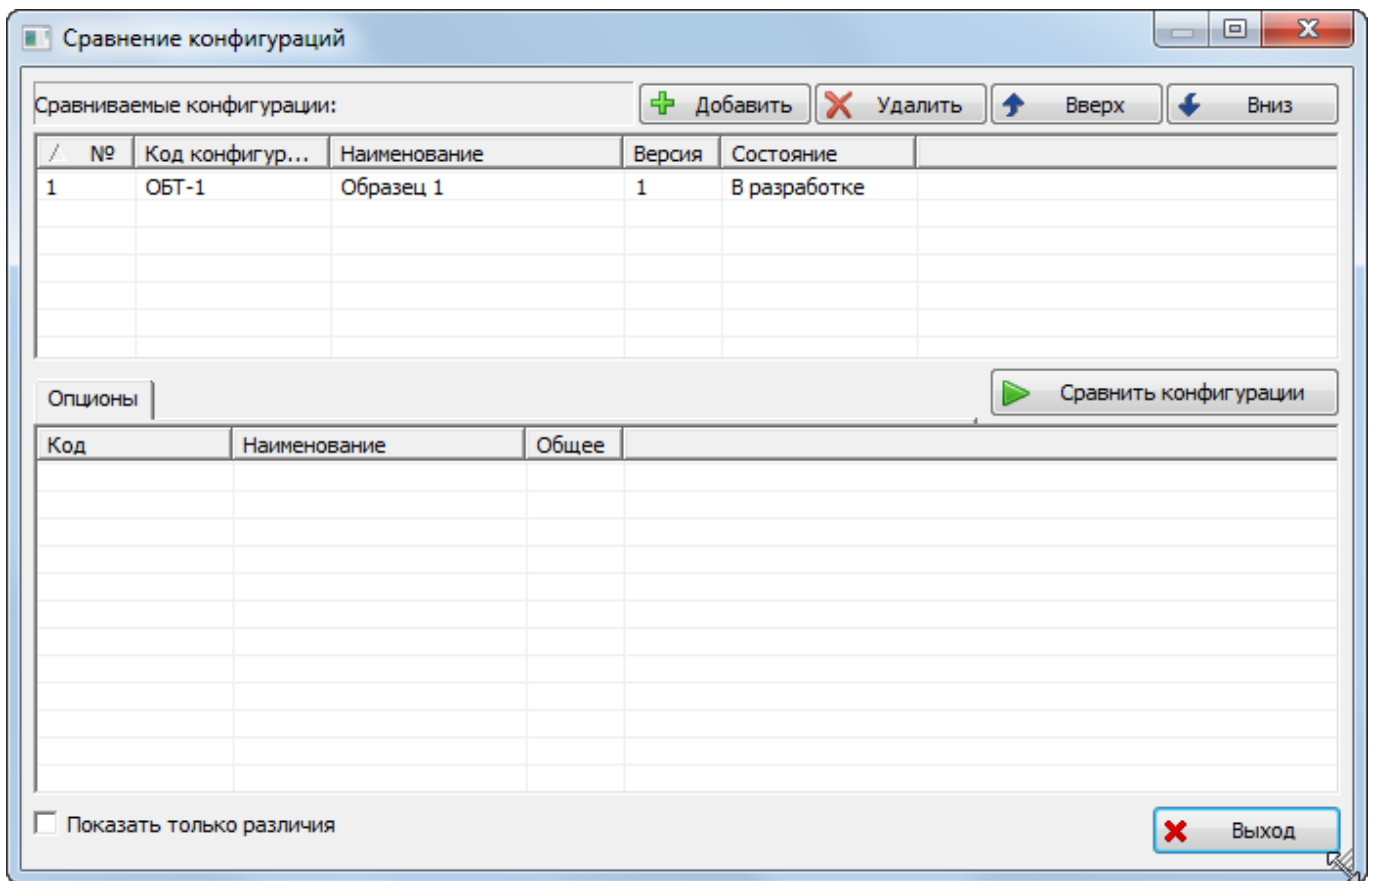

Рис. 13-86 – Окно «Сравнение конфигураций»
- 1) Выделить в таблице правого окна редактора конфигурацию и нажать кнопку «Сравнить конфигурации» на вкладке «Поиск и сравнение». После этого появится диалоговое окно «Сравнение конфигураций» (рис. 13-86).